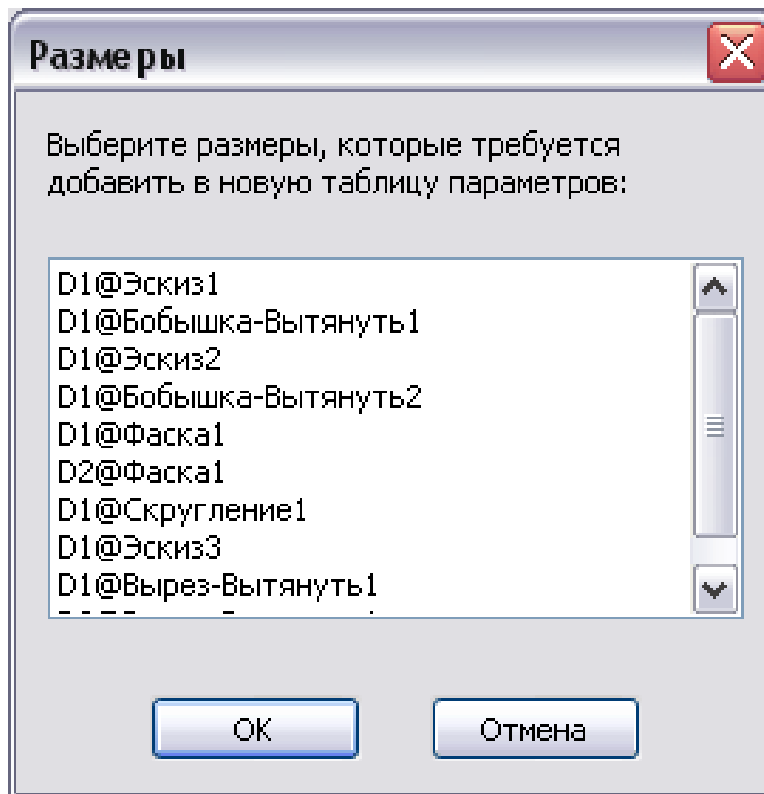

Рисунок 6.2 – Вікно «Розміри»
1. Спочатку необхідно активізувати таблицю параметрів натисканням кнопки «Таблиця параметрів». На екрані з'явиться вікно «Таблиця параметрів». В розділі «Джерело» обираємо «Авто-створити» (автоматичне створення таблиці), а в розділі «Редагувати керування» встановлюємо прапорець «Дозволити змінювання моделі, які впливають на таблицю параметрів», тобто при зміні моделі таблиця буде оновлюватися. Натискаємо кнопку Ок. На екрані з'являться вікна «Створюється таблиця параметрів» та «Розміри» (рис. 6.2).
У вікні «Розміри» перелічено всі розміри вихідної деталі, які можна змінювати у нових конфігураціях (див. рис. 6.2). Обираємо у цьому вікні